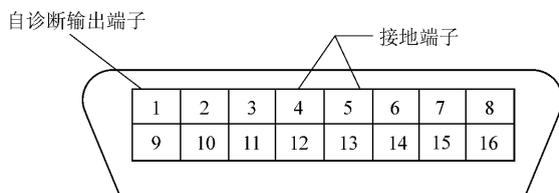

图 5-1 三菱轿车数据连接插头 (DLC) 端子位置
(1) 切断点火开关，将解码器 (Scan) 连在数据连接插头 (DLC) 自诊断输出端子 1 上如图 5-1 所示，数据连接插头 (DLC) 位于仪表板下靠近转向柱处。
(3) 若发动机起动后指示灯一直亮,则表明 ECM的自诊断系统中已储存有故障码。应确保蓄电池电压正常,且发动机的充电系统也应是好的。而且应将发动机预热至正常工作温度。
(4) 拉紧驻车制动,将变换器换入空档(M/T)或驻车档(A/T)。断开空调和所有辅助电器,使节气门在怠速位置。
(5) 断开点火开关,安装跨接线至数据连接插头(DLC)的1号和4号端子,如图5-1所示。